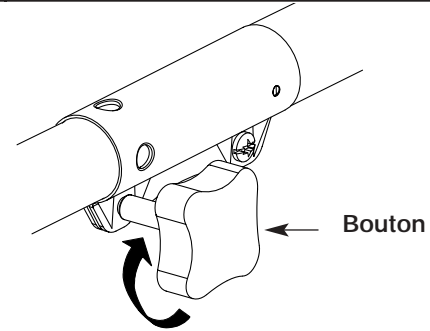

Fig. 9
4. Serrez le bouton en le tournant à droite (fig. 9).